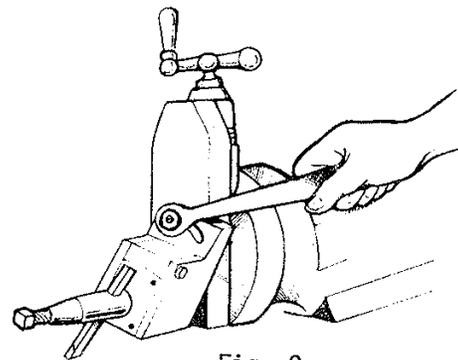

Fig. 9
- d Incline el batiente de la herramienta (fig. 9).